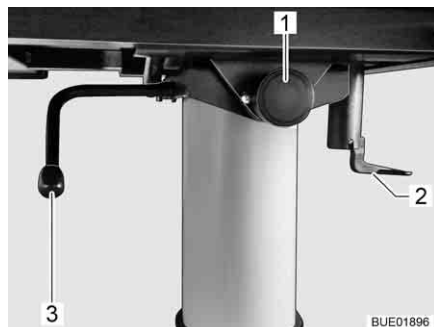

Fig. 114 Réglage table à hauteur réglable
- Rabattre le levier de verrouillage (Fig. 114,2) vers le bas.
- Tirer le bouton (Fig. 114,1) du dispositif de verrouillage vers le l'avant et faire pivoter le plateau de table vers le haut.
- Faire pivoter le levier (Fig. 114,3) sous le plateau de table à 180° dans le sens des aiguilles d'une montre. Le mécanisme de réglage de hauteur se trouvant dans le pied de table est déverrouillé.
- Faire pivoter le levier (Fig. 114,3) sous le plateau de table à 180° dans le sens des aiguilles d'une montre. Le plateau de table s'élève alors automatiquement jusqu'à la butée de fin de course.